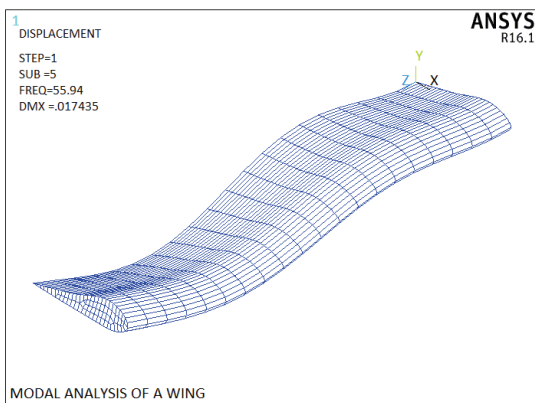

图 4-23 第 5 阶模态提取结果
15) 选择 Main Menu | General Postproc | Plot Results | Deformed Shape 命令，出现 Plot Deformed Shape 对话框，采用其默认设置，单击 OK 按钮关闭该对话框，ANSYS 将显示提取的第 5 阶模态结果，如图 4-23 所示。